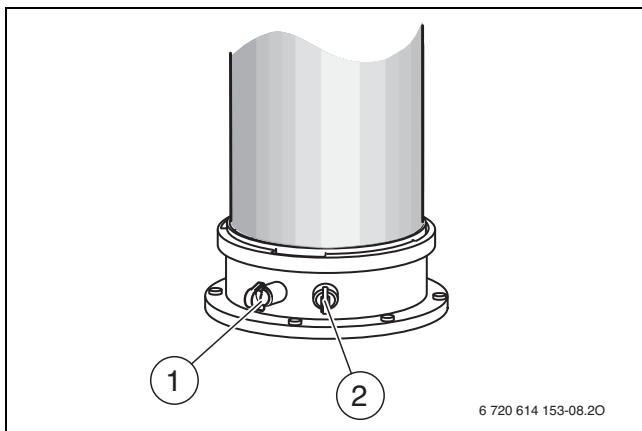

Fig. 48 Tubulure de mesure des fumées et de l'air de combustion
- ▶ Retirer le bouchon sur la tubulure de mesure de l'air de combustion (→ fig. 48, [2]).